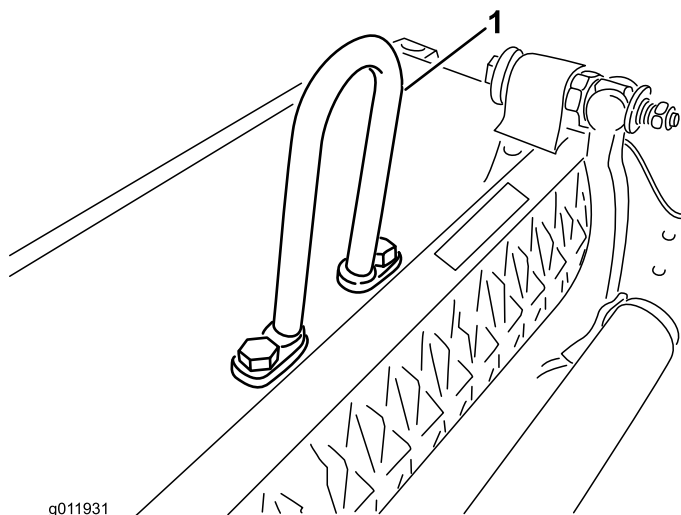

図 5
• グリーンズマスター 3000, 3000-D, 3050, 3100, 3150, 3150-Q のトラクションユニットに取り付ける場合には、**フープリンク** P/N 105-5740) トラクションユニット付属品 図 5 参照が必要となります。